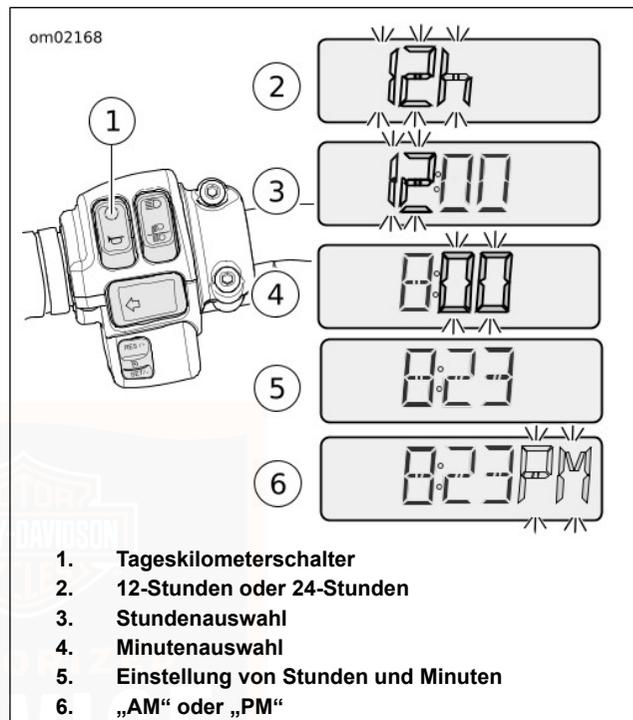

Abbildung 18. Zeitanzeigen
2. Siehe Abbildung 18. Den Tageskilometerschalter (1) mehrmals drücken, bis die Uhrzeit (Stunden und Minuten) erscheint. Den Schalter so lange drücken, bis auf der Tachometeranzeige die Angabe „12H“ (12-Stunden-Format) (2) zu blinken beginnt. Den Schalter loslassen.
4. Wenn das gewünschte Zeitformat angezeigt wird, den Tageskilometerschalter so lange drücken, bis die Stundenanzeige (3) zu blinken beginnt.
6. Wenn der richtige Stundenwert angezeigt wird, den Tageskilometer-Rückstellschalter so lange gedrückt halten, bis die Minutenanzeige (4) zu blinken beginnt.
8. Wenn die richtige Minutenzahl angezeigt wird (5), den Tageskilometerschalter so lange drücken, bis die Auswahlanzeige für AM oder PM (erste/zweite Tageshälfte) (6) erscheint.